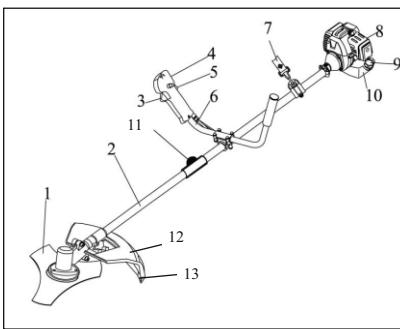

рис. 1
5.1 Общий вид бензокосы схематично представлен на рис.1
6.1.1 Возьмите правую и левую части рукоятки **6** (рис.1) и установите на штангу гибкого вала **2** (рис.1)
Внимание! Перед работой, не забудьте снять с ножа ограничителя длины лески **13** (рис. 1) защитный чехол. Соответственно, по окончанию работы наденьте чехол обратно.